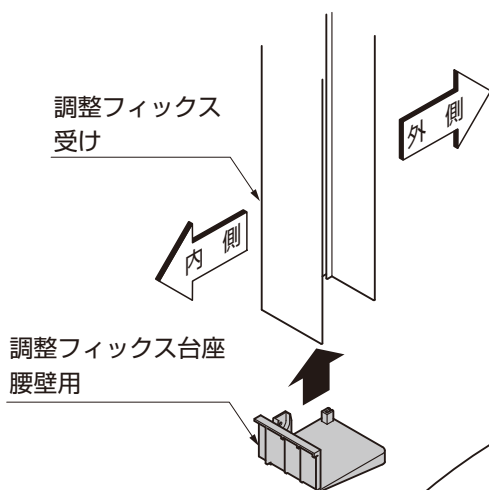

図2-1
- ①調整フィックス台座 腰壁用を調整フィックス受けにはめてください。(図2-1参照)